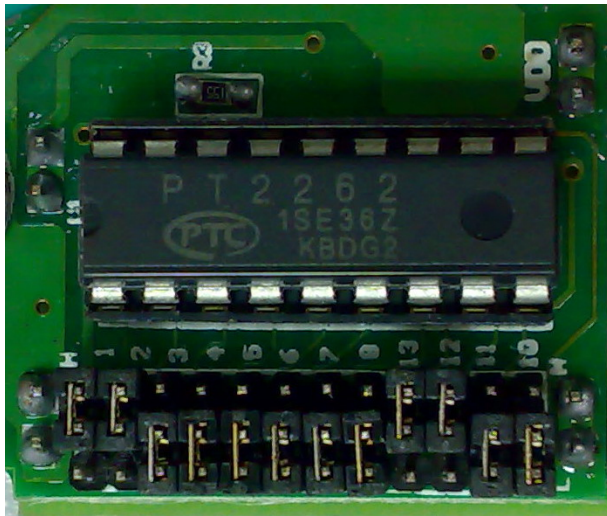

Рис.9 DIP переключатели датчика на ИК-излучении
1. Удерживая обе насадки черного цвета по краям датчика, потяните их в разные стороны, чтобы открыть доступ к DIP переключателям (см. Рис. 9).